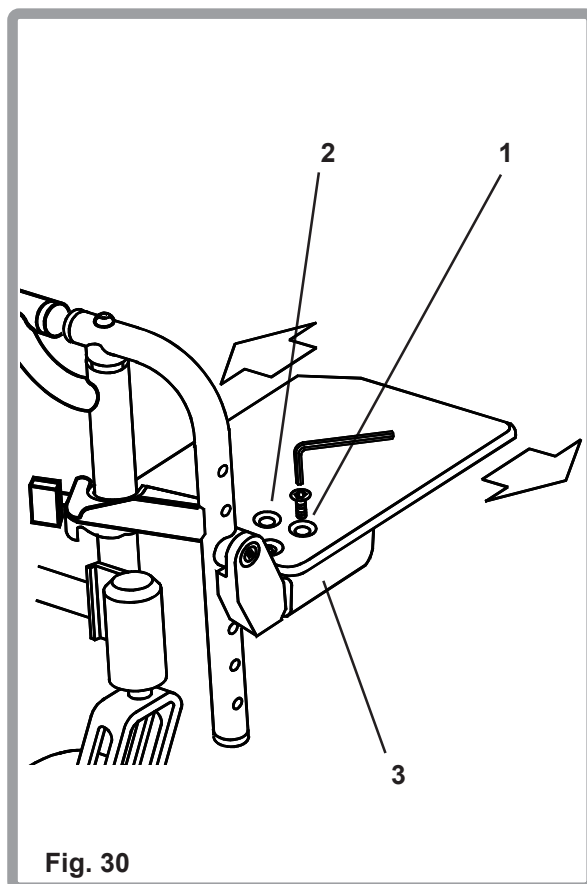

Fig. 30
La plataforma del posapiés se puede mover también hacia adelante; para ello, extraiga los tornillos (1), mueva la plataforma hacia adelante y alinee los dos orificios traseros ubicados en la plataforma del posapiés (2) con los orificios ubicados en el receptor (3). Vuelva a colocar los tornillos y apriete a una torsión de 8-10Nm (Fig. 30).